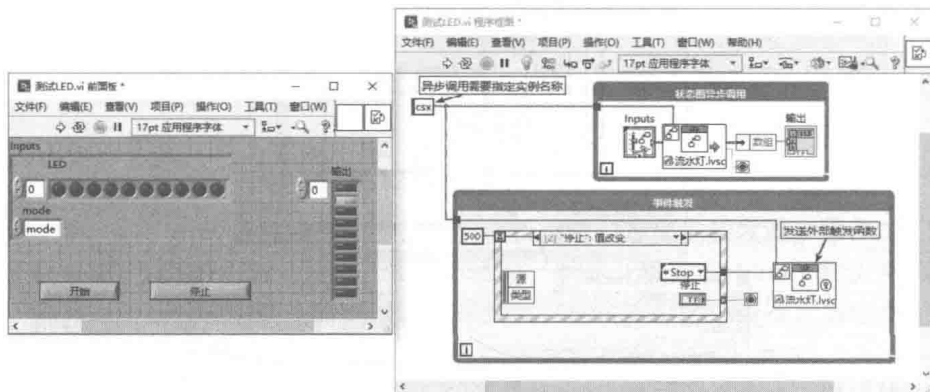

图 12-113 调用异步状态图
step 5 创建状态图生成代码。异步状态图的调用方法与同步状态图具有明显区别。“运行状态图”函数为多态函数，它根据链接的状态图自动确定异步或者同步方式，如图 12-113 所示。